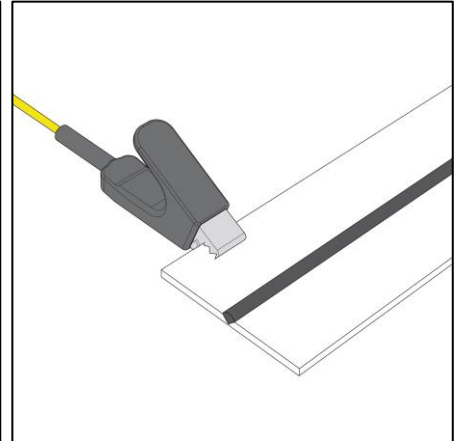

図 9
4. アースケーブルのクリップをワークにクランプしてください。（図 9）